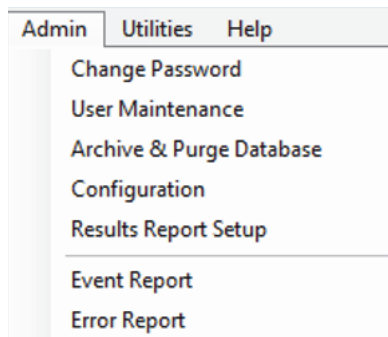

图 94 管理 (Admin) 菜单
- 1 从管理 (Admin) 下拉菜单中选择结果报告设置 (Results Report Setup) (图 94)